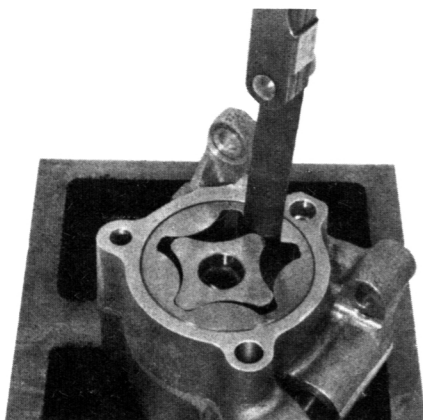

Bild 117
- Abstand zwischen Innen- und Aussenmotor der linken und rechten Ölpumpe messen (Bild 117). Die Verschleissgrenze liegt bei 0,15 mm.